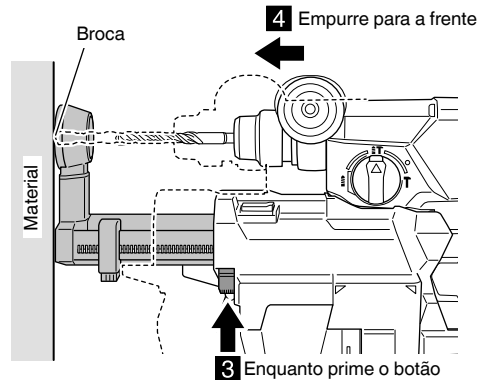

Fig. 6
- (3) Enquanto prime o botão de ajuste do bocal na direção da seta, pressione a ferramenta na direção do material, permitindo que a posição do bocal fique mais curto até atinja a posição em que a broca entra em contacto com o material. (Fig. 6)